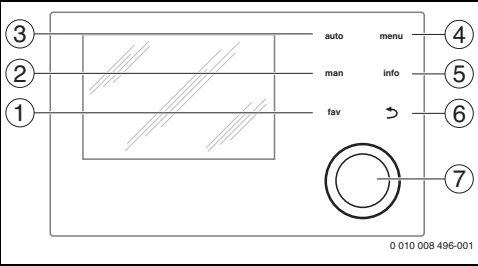

Fig. 1 Elementi di servizio
- premere e ruotare la manopola con pulsante di selezione (→ fig. 1, [7]) finché non viene visualizzata la zona di ventilazione anziché il circuito di riscaldamento oppure il circuito di riscaldamento anziché la zona di ventilazione.